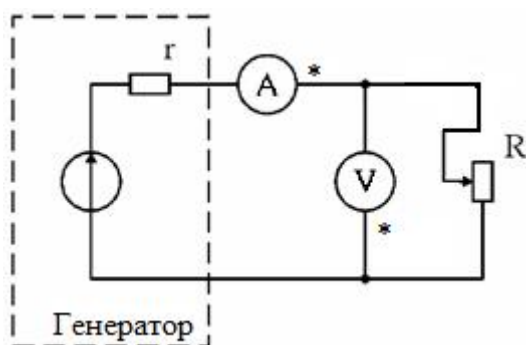

Рис. 4
Принципиальная электрическая схема, используемая в лабораторной работе, приведена на рис. 4. В качестве источника напряжения используется генератор регулируемого постоянного напряжения блока ГН1 с включенным внутренним сопротивлением (кнопка  $R_{вн}$  должна быть нажата). Переменное сопротивление находится на стенде с объектами исследования СЗ-ЭМ01.
1. Собрать схему (рис. 4).